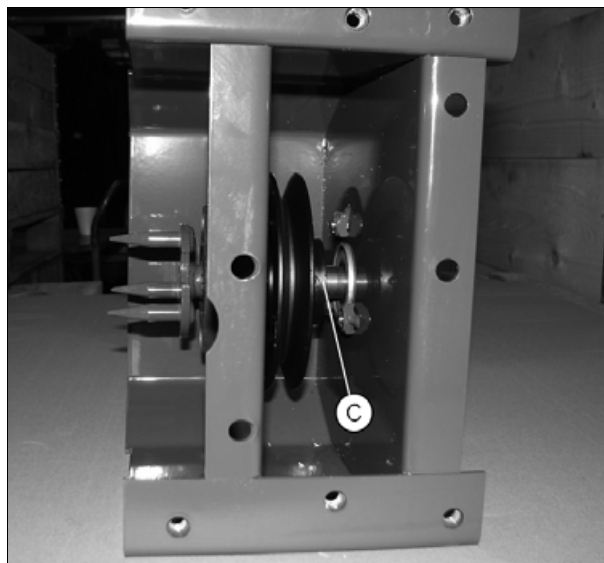

Рис. 12.
5. Отверните установочные винты шкива ременной передачи (C) *рис. 12*.
6. Отверните болты на фланцевом подшипнике (D), извлеките подшипник и вал.